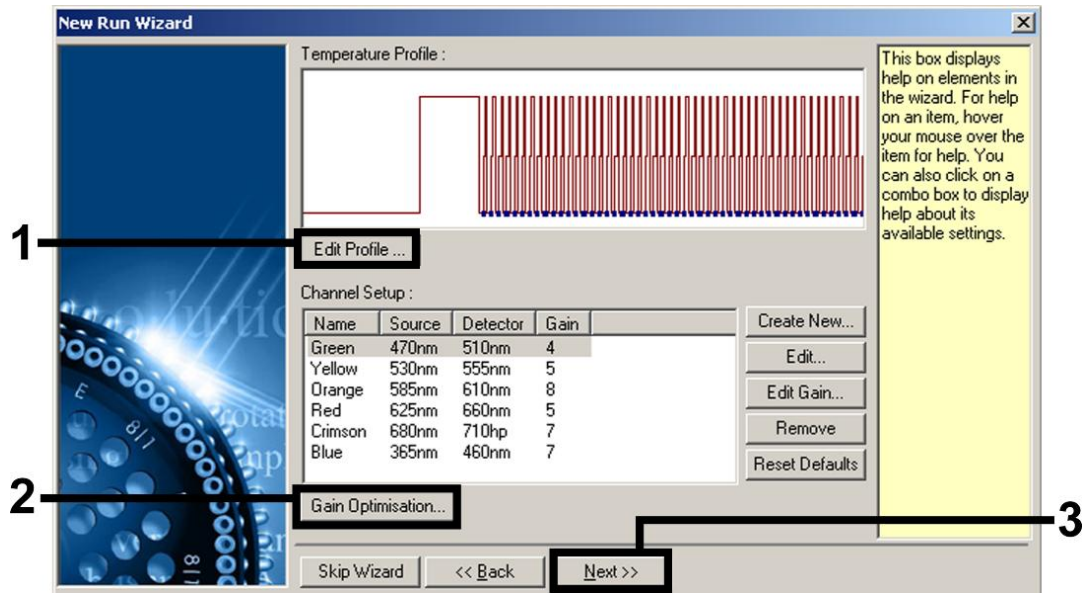
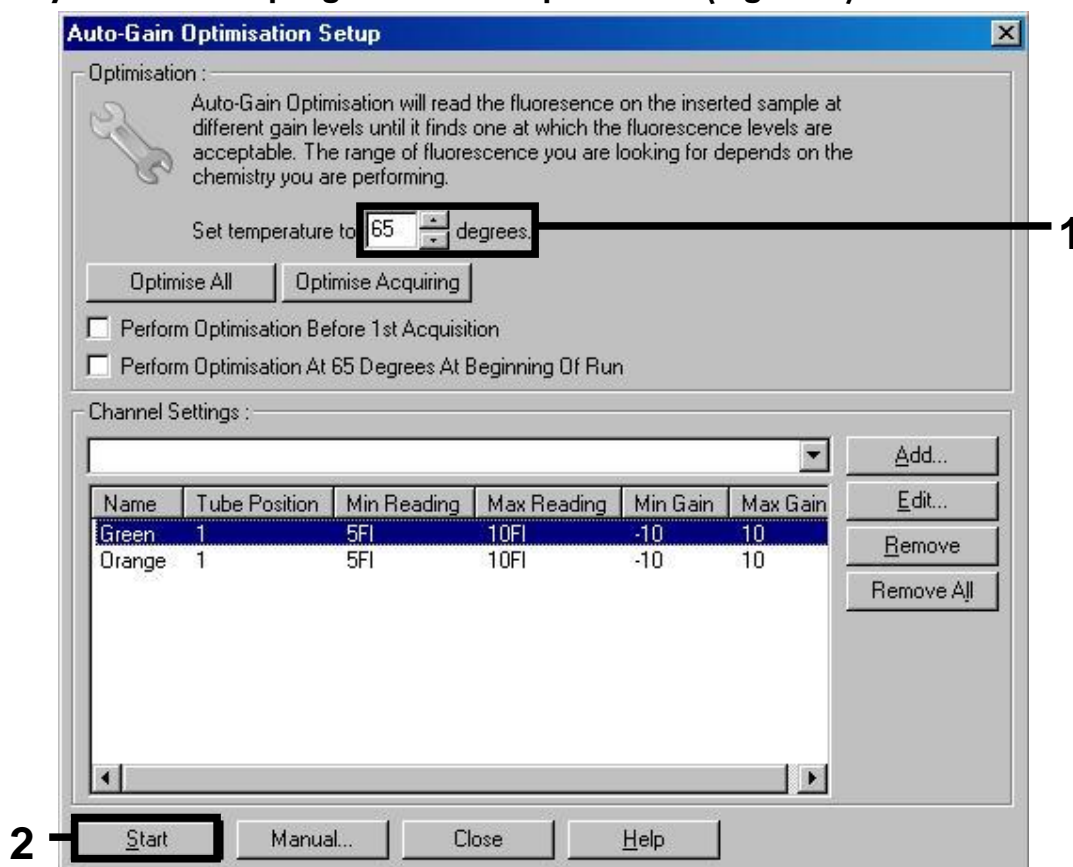

Figure 3. Modification du profil.
Figure 6. Ajustement de la sensibilité des canaux de fluorescence.
Ajustement de la sensibilité des canaux de fluorescence	Figure 6
8. Dans la boîte de dialogue « New Run Wizard », cliquer sur le bouton « Edit Profile » (Modifier profil) (Figure 3) et programmer le profil de température comme indiqué sur les figures 3-5).
9. La plage de détection des canaux de fluorescence doit être déterminée selon les intensités de fluorescence des tubes de PCR. Dans la boîte de dialogue « New Run Wizard », cliquer sur « Gain Optimisation » (Optimisation du gain) (cf. Figure 3) pour ouvrir la boîte de dialogue « Auto-Gain Optimisation Setup » (Configuration de l'optimisation du gain automatique). Régler la température de calibration à 65 pour qu'elle corresponde à la température d'hybridation du programme d'amplification (Figure 6).